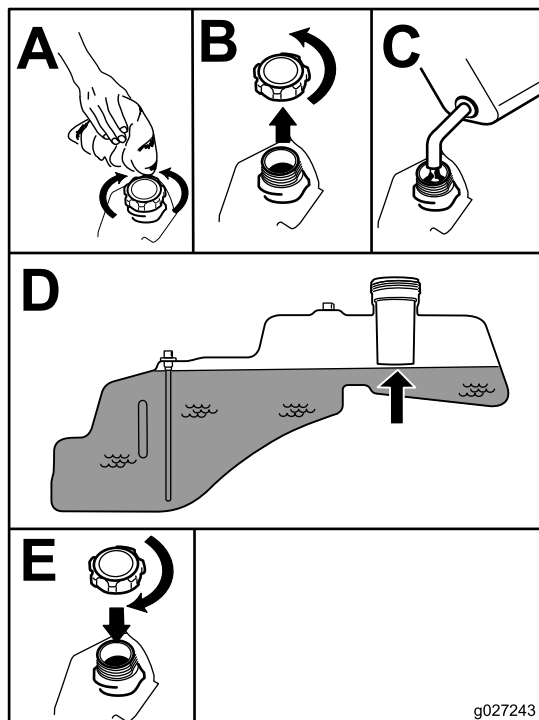

Figura 9
5. Llene el depósito de combustible hasta la parte inferior del cuello de llenado (**Figura 9**).